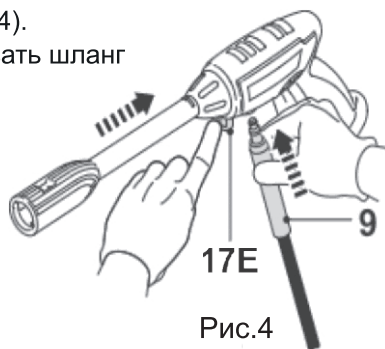

Рис.4
Нажмите на защелку (17е) на пистолете-распылителе (17), чтобы открыть соединительное отверстие, и вставьте разъем шланга высокого давления (9) (рис. 4).